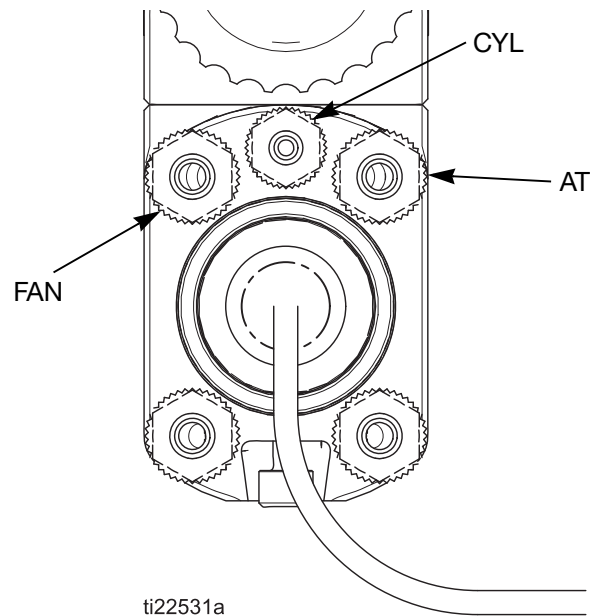

FIG. 20 Manifold-luftforbindelser
6. Brug lufttryksregulatoren på lufttilførselsledningen (AT) til forstøvning til at justere graden af forstøvning. (Se FIG. 20.) F.eks. vil en væskegennemstrømning med 0,3 liter pr. minut (10 ounces pr. minut) være for et typisk forstøvningstryk på 1,4-2,1 bar, 0,14-0,21 MPa (20-30 psi) på sprøjtemanifolden.
2. Tænd, og sluk for pistolens sprøjtefunktioner med luftsolenoidventilerne på cylinderen (CYL) og tilførselsledningerne. Hvis der anvendes min. 3,4 bar, 0,34 MPa (50 psi) lufttryk på cylinderluftfittingen (CYL), aktiveres tænd/sluk-sekvensen på forstøverluften (AT), ventilatorluft (FAN) og væske (P). Se FIG. 20, side 28.